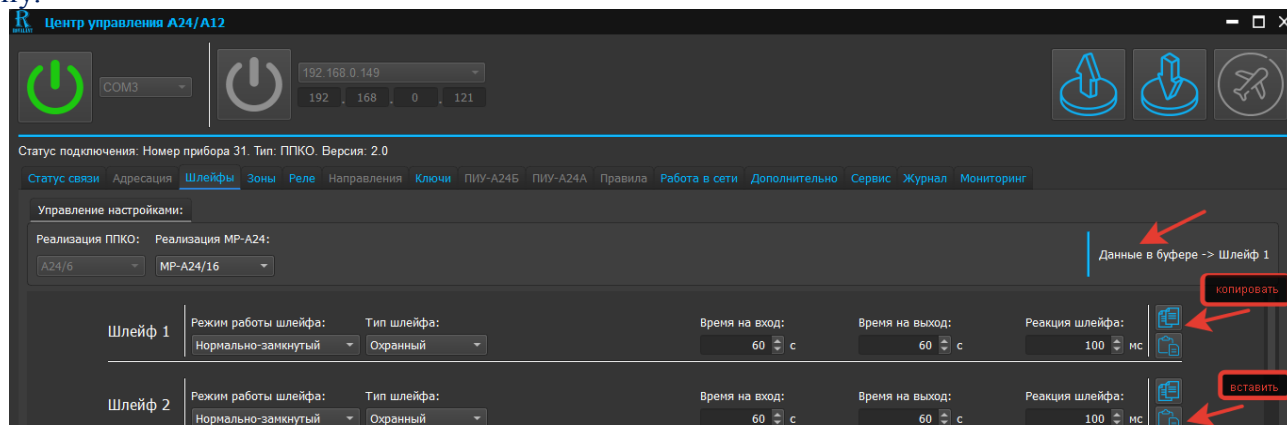

Рис. 27. Скриншот окна «Функция копирования ШС»
6.1.4 Функция копирования параметров ШС (см. рисунок 27)